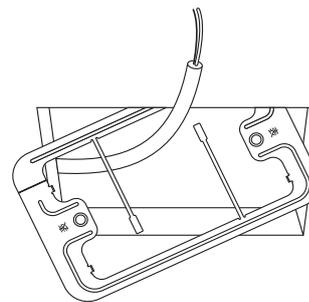

Fig. 11-26
3. Far passare il cavo attraverso la staffa di montaggio in dotazione e inserire la staffa nel foro di installazione (fig. 11-26).